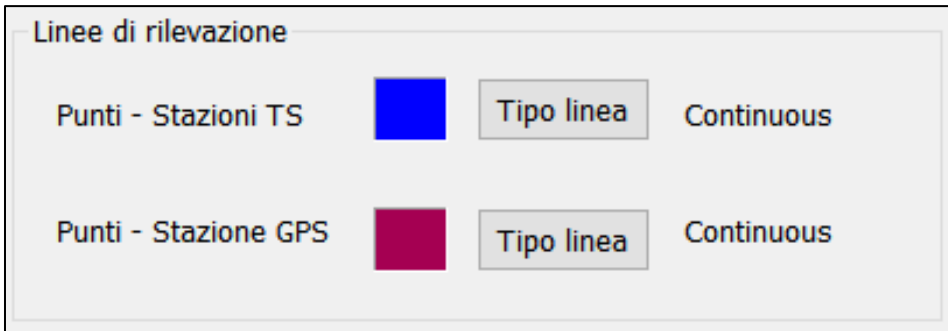

Figura 196 - *L'applicativo topografico di Geocat permette di definire i colori e il tipo-linea delle congiungenti tra le stazioni e i relativi punti.*
5. **Linee di rilevazione:** l'applicativo CAD di Geocat permette di visualizzare nel disegno le linee congiungenti i punti alle rispettive stazioni siano esse quelle TS che la base GPS. Questa prestazione viene fornita dai comandi descritti al paragrafo *Visualizza misure e stazioni* a pag. 333 ed è particolarmente utile per rendersi conto a colpo d'occhio dell'appartenenza dei punti alle rispettive stazioni. Le opzioni di questo riquadro, riprodotto in Figura 196 permettono di selezionare il colore e il tipo-linea di queste linee. Per il colore basta cliccare sul quadratino colorato, si apre la usuale finestra di selezione dei colori dalla quale si clicca il colore desiderato. Lo stesso dicasi per il tipo-linea, si clicca sul bottone *Tipo linea* e si seleziona il tratto desiderato dalla finestra che elenca tutti i tipi-linea disponibili.